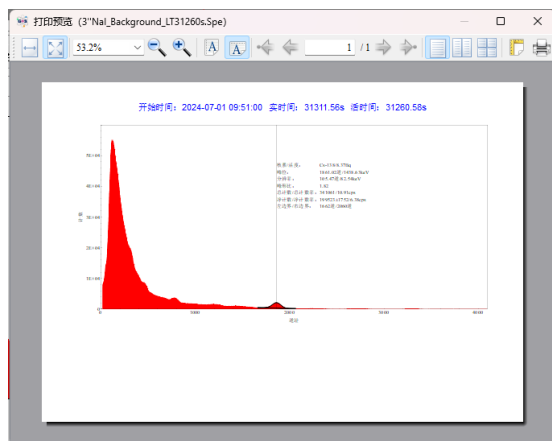
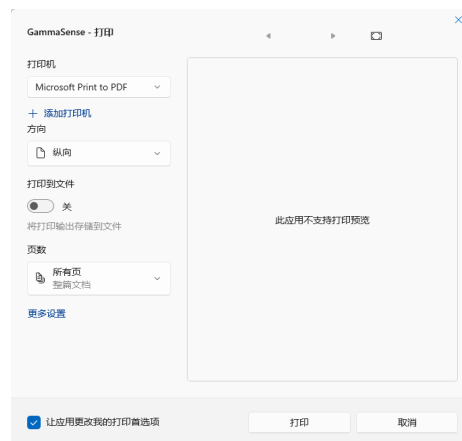
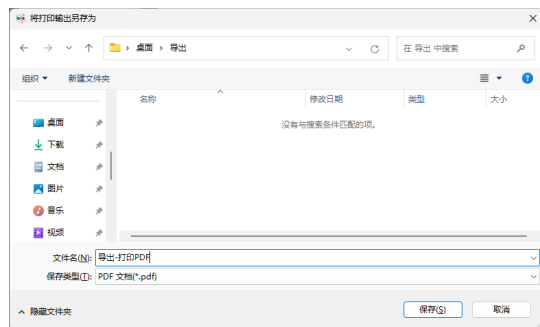

图 16 导出-打印预览窗口
图 17 打印窗口
图 18 保存打印 PDF 的路径窗口
- ① 打印——会弹出如下图 16 所示的预览窗口，点击打印会弹出如图 17 打印窗口；若连接打印机，可直接选择打印机打印出来；或可选择打印为 PDF(Print to PDF)，点击打印按钮会弹出如图 18 所示的保存路径窗口，设置好后点击保存即可保存为 PDF；